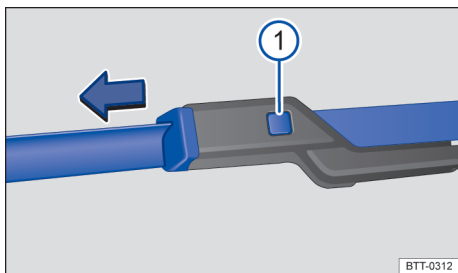

Fig. 198 Substituir as palhetas dos limpadores do para-brisa.
- Manter o botão de destravamento → Fig. 198 ❶ pressionado e, ao mesmo tempo, puxar a palheta dos limpadores do para-brisa para fora, no sentido da seta.